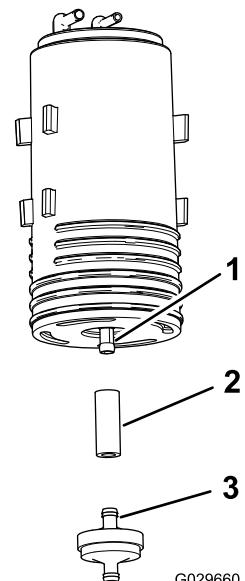

Bild 48
4. Entfernen Sie den Aktivkohlefilter und den kurzen Abschnitt des Schlauchs vom unteren Anschlussstück des alten Aktivkohlefilters (Bild 48).
5. Befestigen Sie den Schlauch am unteren Anschlussstück des neuen Aktivkohlefilters (Bild 48).
6. Setzen Sie das Anschlussstück des neuen Aktivkohlefilters in den Schlauch ein (Bild 48).